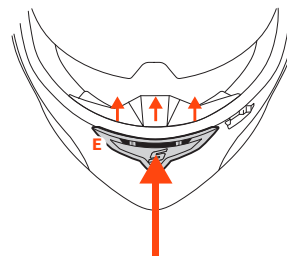

ABBILDUNG 4
- Abbildung 4: Belüftungsöffnung, vollständig geöffnet.